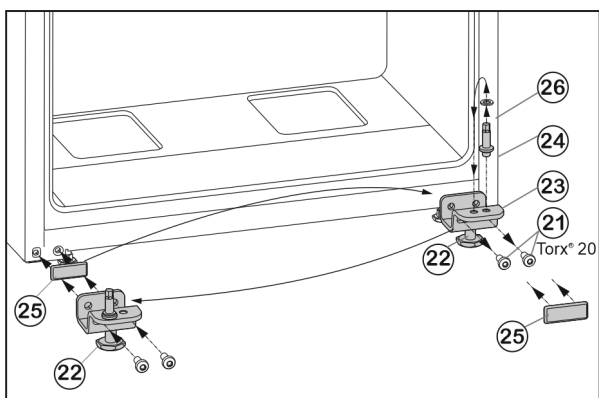

Fig. 7
- ▶ Odvijte pritrdilna vijaka Fig. 7 (21).
- ▶ Odstranite ležajni podstavek spodaj Fig. 7 (23) skupaj z osovino ležaja Fig. 7 (24), podložko Fig. 7 (26) in nastavljivo nogo Fig. 7 (22).
- ▶ Odvijte osovino ležaja Fig. 7 (24) skupaj s podložko Fig. 7 (26) in jo prestavite v nasprotno odprtino ležajnega podstavka ter močno privijte.
- ▶ Previdno snemite pokrovček Fig. 7 (25) in ga prestavite na nasprotno stran.
- ▶ Ležajni podstavek spodaj Fig. 7 (23) skupaj z osovino ležaja Fig. 7 (24), podložko Fig. 7 (26) in nastavljivo nogo Fig. 7 (22) ponovno **trdno (s 4 Nm)** privijte na novo stran tečajev vrat, po potrebi uporabite akumulatorski izvijač.
- ▶ Spodnja vrata od zgoraj nasadite na osovino ležaja Fig. 7 (24).
- ▶ Ležajni podstavek na sredi (13) obrnjen za 180°, vstavite v spodnja vrata in ga **dobro (s 4 Nm)** privijte s pritrdilnima vijakoma (11) (2-krat Torx® 20) na novo stran s tečajji.
- ▶ Ponovno namestite plastično podložko (10).
- ▶ Nastavljivo nogo Fig. 7 (22) na ležajnem podstavku spodaj Fig. 7 (23) odvijte, dokler ne stoji trdno na tleh.